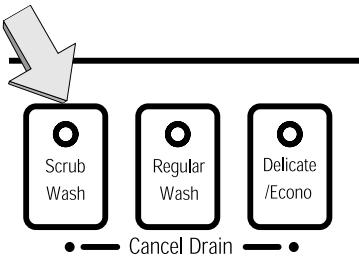

Figure 36/Illus. 36
2. Press and hold the left-most of the two buttons labelled "Cancel Drain", as shown in Figure 36, then press and hold the On/Off button. When the LED display shows a "0" or a "1", release both buttons. The light above the left-most "Cancel Drain" button will begin to flash.
- Presser et maintenir les deux touches les plus à gauche «Cancel Drain», figure 36, puis presser et maintenir la touche marche-arrêt. Lorsque l'affichage DEL indique «0» ou «1», relâcher les touches. Le voyant au-dessus de la touche «Cancel Drain» la plus à gauche clignote.
- Pulse y oprima el botón de la izquierda de los dos rotulados "Cancel Drain" (es decir Cancelar Evacuación), tal como muestra la Ilustración 36, después pulse y oprima el botón Prender/Apagar [On/Off]. Cuando el indicador LED proyecta un "0" o "1", deje de oprimir ambos botones. La luz encima del botón "Cancel Drain" de la izquierda empezará a brillar intermitentemente.